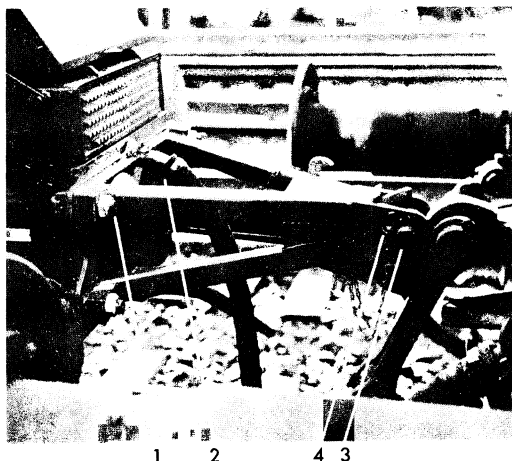

Fig 3
3. Övergångskoppel typ BnXI, fig 3